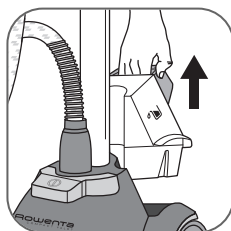
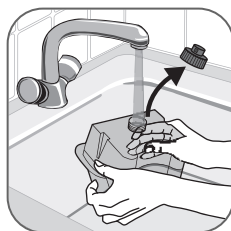

fig. 7
fig. 8
- Veillez à ce que l'appareil soit débranché. Retirez le réservoir d'eau de la base de l'appareil en tirant la poignée vers le haut (fig. 7). Dévissez le bouchon du réservoir et remplissez le réservoir (fig. 8). Sa capacité maximale est atteinte au repère « max ».